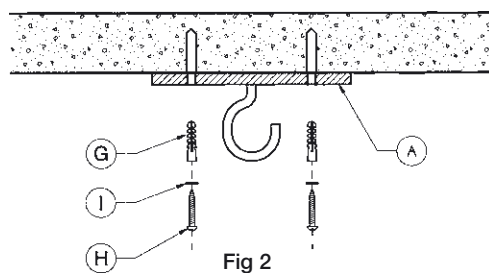

Fig 2
Сделайте в бетонном потолке четыре отверстия диаметром, соответствующим диаметру дюбелей (G). Вставьте дюбели в отверстия в бетоне и закрепите крепежную пластину (A) при помощи четырех шурупов (H) и шайб (I) (Рис.2/Fig.2).